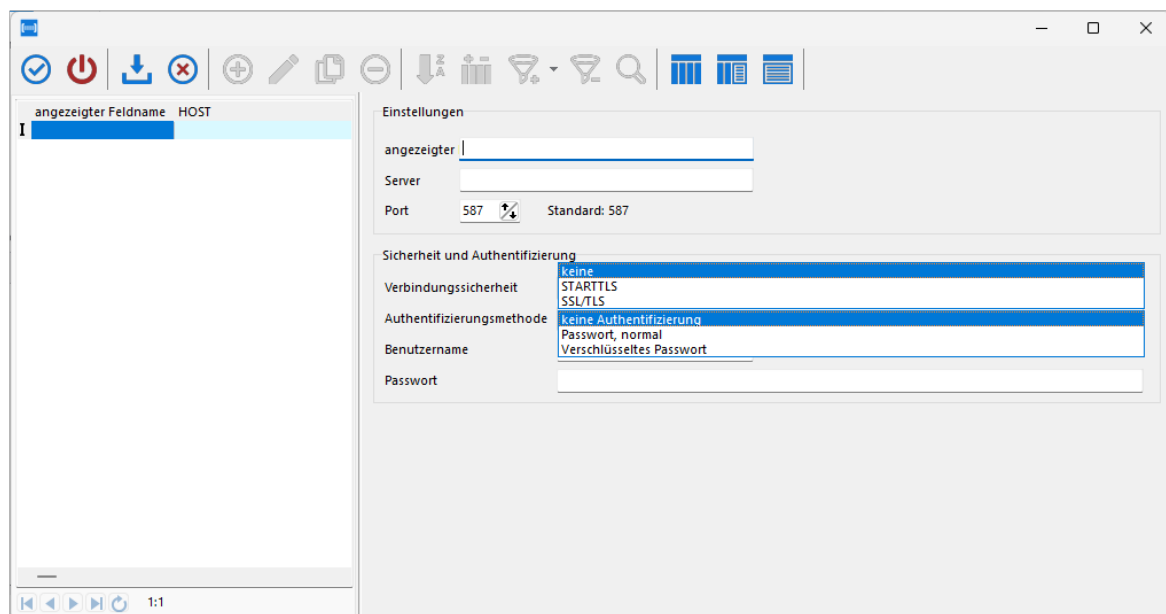

Abb. 4.3.3: Einstellungen Mail-Server.
- Informationen zum Postausgangsserver [Abb. 4.3.3]